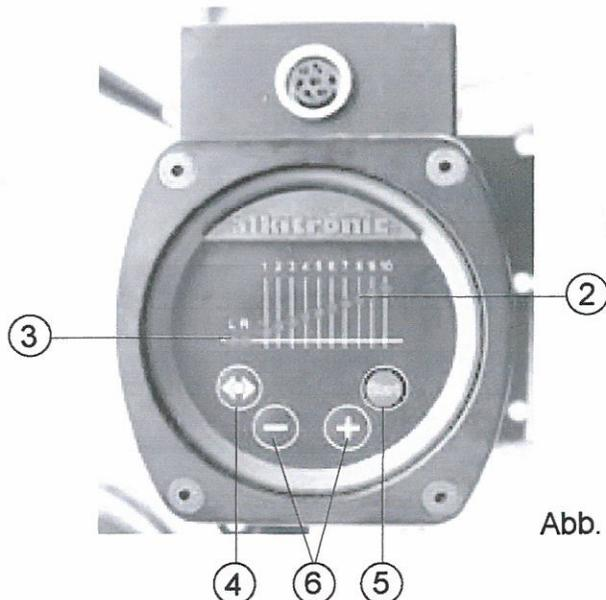

Abb. 5
- **Notbedienung** = Manuelle Bedienung am Bedienfeld des Motors (Abb. 2 + Abb. 5, Seite 8)
Eine kleine Hydraulikschraubergröße benötigt einen kurzen Hydraulikzyklus und daher einen kurzen Zeitintervall - entspricht Stellung 1 am Bedienfeld (2), Abb. 5.
Eine große Hydraulikschraubergröße erfordert eher einen längeren Hydraulikzyklus, da mehr Hydrauliköl durch den Hydraulikzylinder gefördert werden muss und es daher einem längeren Zeitintervall bedarf - entspricht Stellung 10 am Bedienfeld (2), Abb. 5. Desweiteren ist erfahrungsgemäß bei einem hohen Drehmoment, bzw. bei einem hohen Druckaufbau am Hydraulikschrauber ebenfalls ein längerer Zeitintervall erforderlich. Diese entsprechenden Zeitintervalle sind vor Ort problemlos und einfach zu ermitteln und einzustellen (siehe unter Punkt 5.2.2.1).
Durch Drücken der Drucktaster am Bedienfeld + oder - (6) kann die Einstellung, dargestellt durch rote Leuchtdioden, nach oben oder nach unten verstellt werden (Abb. 5).
Die Drehrichtung des Motors und die daraus resultierende Flussrichtung der Hydraulikpumpe, wird durch Drücken des Drucktasters (4) erreicht. Dies ist erkennbar und dargestellt durch Leuchtdioden „L“ (links) und „R“ (rechts) (3). Durch Drücken des „START“ Drucktasters (5) wird der Motor in Gang gesetzt – der Hydraulikzylinder am Hydraulikschrauber fährt aus – dann wird durch den Drucktaster (4) die Flussrichtung umgekehrt und durch nochmaliges Drücken mit dem Drucktaster (5) fährt der Hydraulikzylinder wieder zurück (Abb. 5).
Aus Sicherheitsgründen und um eine zu **starke Temperaturerhöhung** zu vermeiden, ist in der **EHP/EHPC-Hydraulikpumpe** eine automatische Temperaturabschaltung integriert. Sollte die Hydraulikpumpe auf Grund zu hoher Temperatur abgeschaltet haben (**alle Leuchtdioden auf dem Bedienfeld blinken**, Abb. 5) ist sie nach einer kurzen Abkühlzeit wieder einsatzbereit (LEDs blinken nicht mehr).